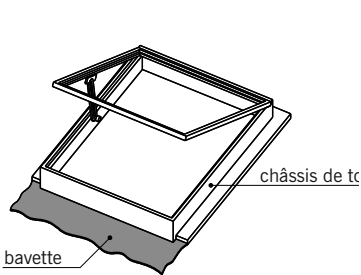

fig. 7.50
■ La **bavette** (fig. 7.50 et 7.51) : bande en plomb malléable qui assure l'étanchéité entre la couverture et un ouvrage rapporté (châssis de toit, souche de cheminée préfabriquée...) en épousant les reliefs des tuiles.